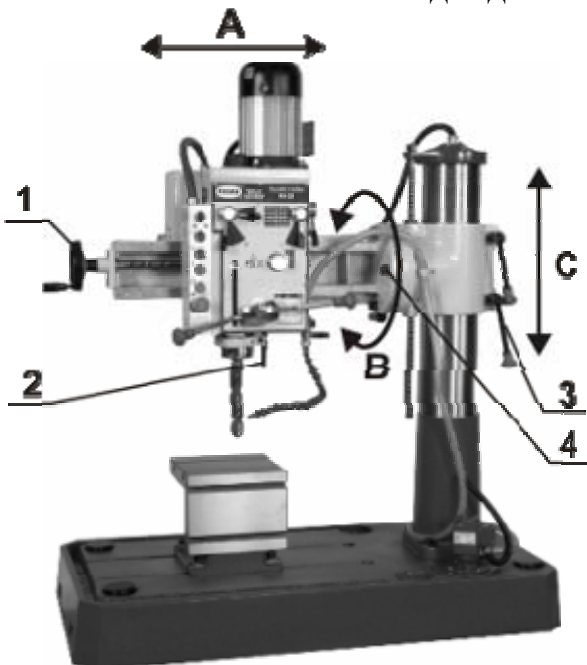

Рисунок 13
1. Движение в горизонтальной плоскости (A). Для перемещения сверильной головки по направляющим траверсы необходимо ослабить зажим сверильной головки 2. Вращая штурвал 1, установите сверильную головку в необходимое положение и затяните зажим 2.(рис 13).
2. Поворот сверильной головки в вертикальной плоскости (B). Ослабьте зажимные болты 4. Поверните траверсу, вместе со сверильной головкой на необходимый угол, ориентируясь по шкале и затяните зажимные болты. (рис.13)
3. Перемещение сверильной головки в вертикальной плоскости (C). Рукоятками 3 (рис.13) ослабьте зажим траверсы на колонне. Рукояткой
1 (рис.14) установите траверсу на требуемую высоту и рукоятками 3 (рис.13) зажмите траверсу на колонне.
4. Поворот траверсы в горизонтальной плоскости относительно колонны. Рукоятками 3 (рис.13) ослабьте зажим траверсы на колонне. Поверните траверсу на необходимый угол. Рукоятками 3 (рис.13) зажмите траверсу на колонне.